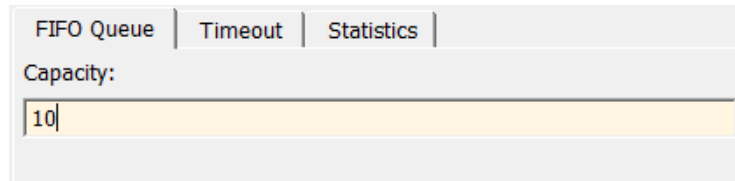

Рис. 10.
- 1) На вкладке FIFO Queue задаем свойство Capacity (длина очереди) – например, 10 (рис. 10).